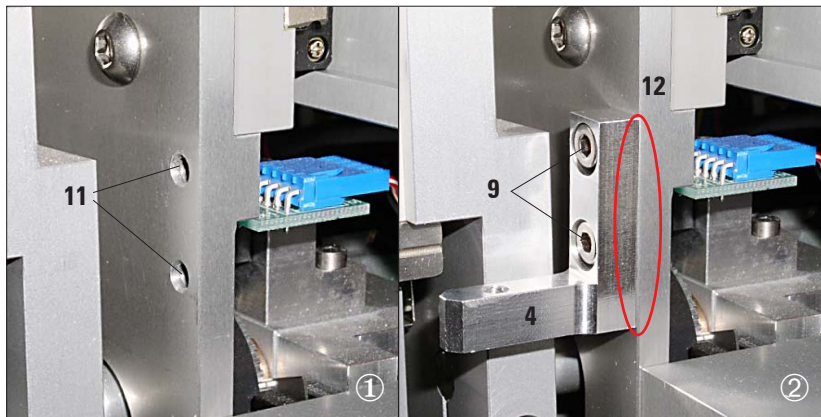
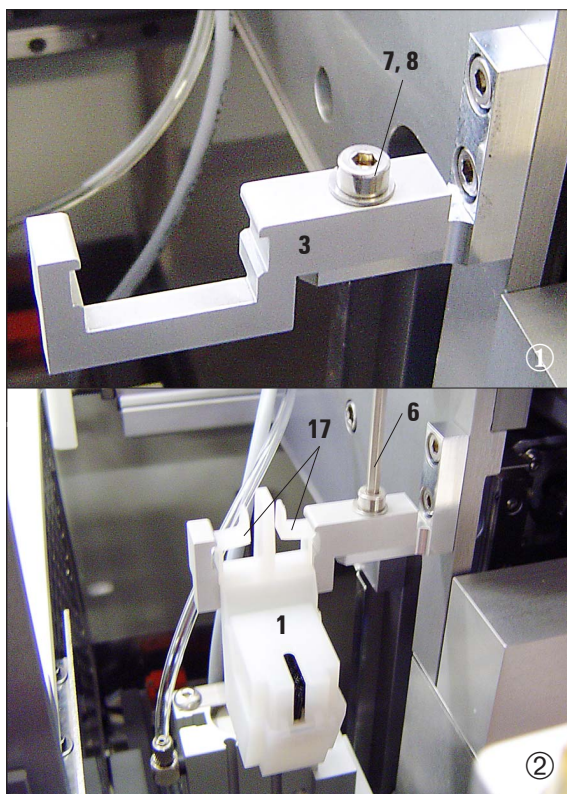

Fig. 19
Fig. 20
- In primo luogo, fissare la staffa di montaggio (4) con le due viti (9) nei fori (11) della parete di alloggiamento (12) (Fig. 19/2). Controllare che la staffa di montaggio sia parallela all'angolo della parete di alloggiamento (ellisse rossa).
- A questo punto, fissare il supporto (3) con la vite (7) e la rondella (8) alla staffa di montaggio.
- Inserire il pulisci-ugello completamente montato (1) nel supporto, come illustrato in Fig. 20/2. Premere verso il basso per assicurare che le due staffe di fissaggio laterali (17) ingranino nelle scanalature del supporto (con un clic udibile).
- Una volta montato, il pulisci-ugello deve essere allineato rispetto all'ugello (13).
- A tale scopo, allentare la vite (7) con la chiave Allen SW 3 (6) (Fig. 20/1) ed allineare il pulisci-ugello spostando di lato il supporto (3) finché l'ago (13) non si porta correttamente al centro dell'apertura di pulizia (Fig. 20).
- Nel caso in cui il bordo del vetrino portaoggetto tocchi il coperchio del supporto spazzola, si può regolare con precisione allentando le viti (9) sulla parete di alloggiamento (Fig. 19/2). Per questo, sfruttare il gioco disponibile nei fori.